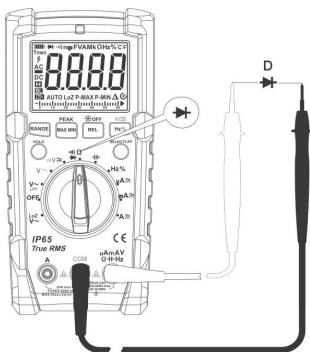

Рис. 6. Проверка диода
7.5. Проверка диода (см. рис. 6)